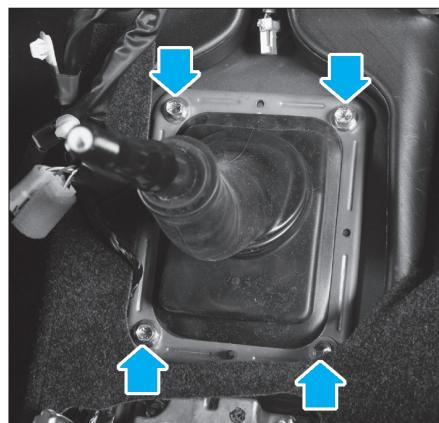

FIG. 13
- Déposer les quatre vis de l'enjoliver du soufflet, et la cale d'insonorisation (Fig.13).
- Déposer la bague de maintien (1) en la faisant tourner dans le sens antihoraire.
- Si celui-ci ne sort pas, déposer les vis de positionnement (2).